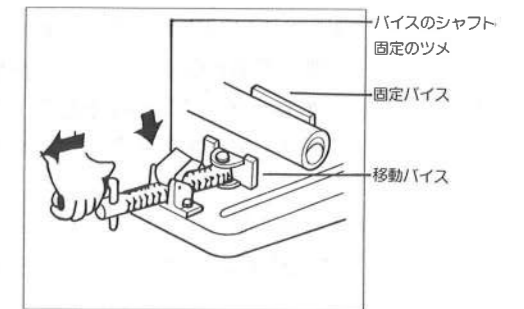

図2
- ①バイスのシャフト固定のツメの手前を押えて、シャフトが空転するようにして下さい。そして、シャフトを手前に引いて材料をセットし、シャフト止めをネジにかみ合わせて、シャフトハンドルを回すと締まります。(注)材料は正確に強く締め付けて下さい。
- ②材料を取り外すときは、ハンドルを左回りに2～3回まわせばはずれます。(図2参照)